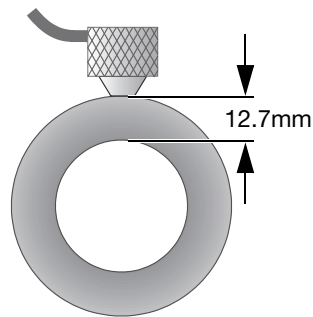

図 5-11 二振動子型探触子を接触させる場合
2. 適度な圧力で、探触子の先端を試験体の表面に接触させ、試験体の表面上で探触子をできるだけ垂直に当てます（65 ページの図 5-11 を参照）。